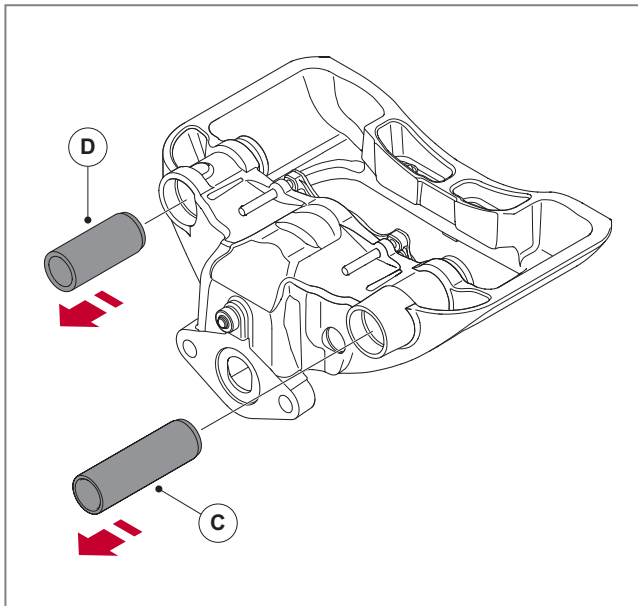

Abb. 59 - Führungsbolzen entfernen
5. Entfernen Sie Festlager (C) und Loslager (D), indem sie per Hand herausdrücken, *siehe* ► Abb. 59.